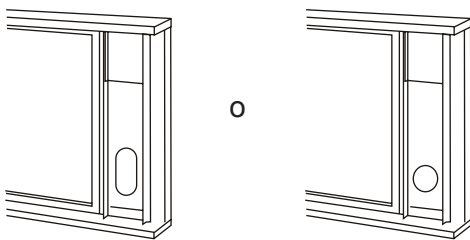

Fig.14
4. Tagliare la guarnizione in schiuma (tipo adesivo) alla lunghezza adeguata e fissarla nella parte superiore della finestra, come indicato in Fig.14.